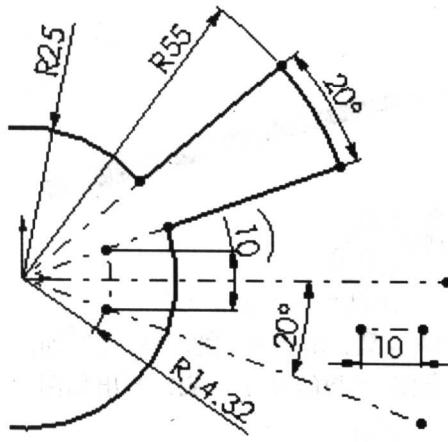

图 1-23 草图
- 3) 用“中心线” 绘制出一条直线, 并用“智能尺寸” 标注出尺寸, 如图 1-23 所示。